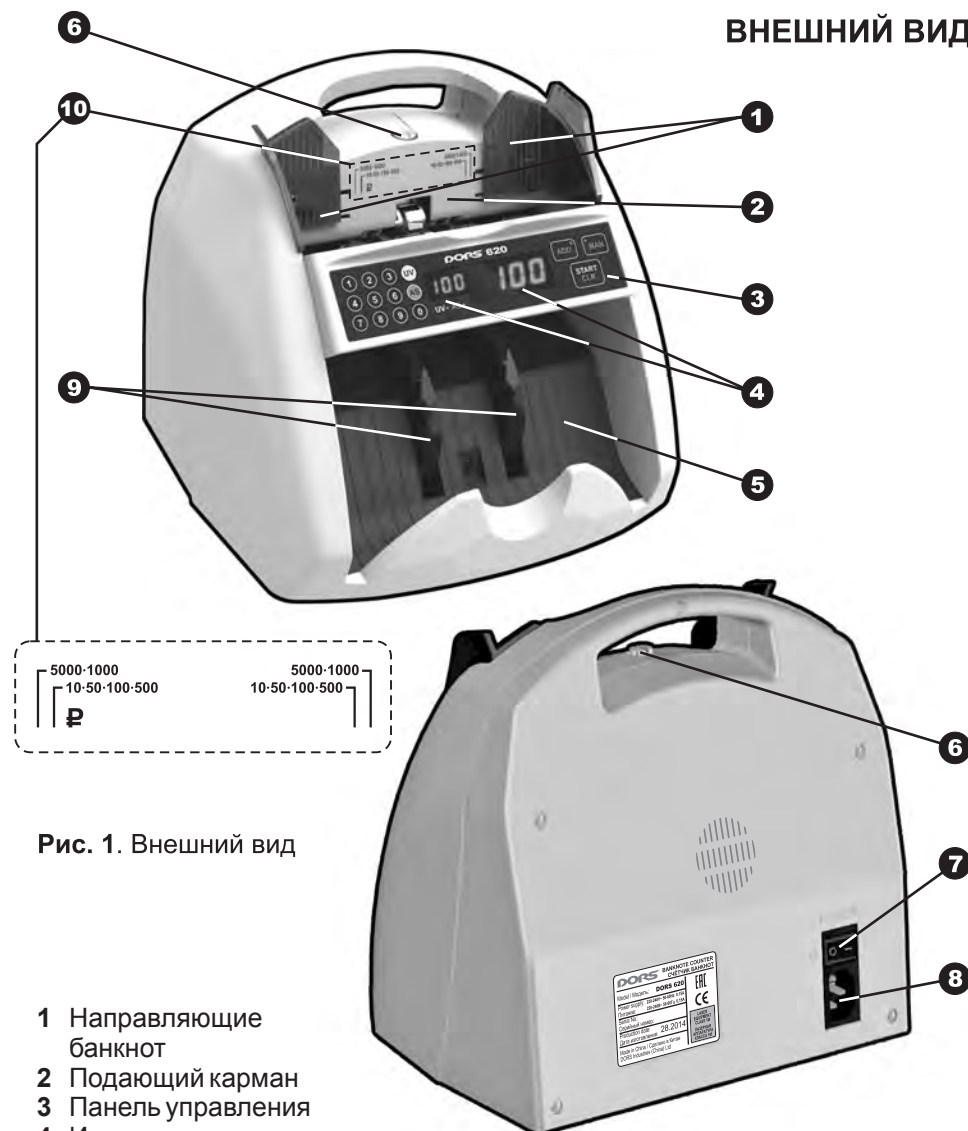

Рис. 1. Внешний вид
2. Включите счётчик, начнется процесс самотестирования. Убедитесь, что во время самотестирования вращаются колеса укладчика **9** (см. рис. 1) и ролики подающего кармана, на индикаторах отображения счёта и пачки высвечиваются цифры «**0**» и загораются индикаторы на клавишах «**MAN**» и «**ADD**», и индикаторы «**UV**», «**AS**» (для **DORS 620**). После окончания самотестирования на четырехразрядном индикаторе отображается «**0**», индикаторы на клавишах «**MAN**» и «**ADD**» гаснут и раздаётся звуковой сигнал, а индикаторы «**UV**», «**AS**» отражают установленный режим работы счётчика до выключения (для **DORS 620**). После этого счётчик готов к счёту банкнот.
3. Настройте зазор механизма подачи банкнот. Необходимый зазор предустановлен на заводе-изготовителе с учетом специфики пересчитываемой валюты. Однако, если счётчик часто останавливается в процессе пересчёта и на индикаторе появляется сообщение об ошибке «**Chn Err**» или «**dbL Err**», то необходимо немного повернуть винт установки толщины пересчитываемых банкнот **6** (см. рис. 1) по часовой
стрелке (в сторону уменьшения зазора). Если же после остановки счётчика на индикаторе появляется сообщение «**HJ Err**» или «**SE Err**», то необходимо немного повернуть винт установки толщины пересчитываемых банкнот **6** (см. рис. 1) против часовой стрелки (в сторону увеличения зазора).
5. Установите направляющие по длине банкнот пересчитываемой пачки, выровняйте края пачки, аккуратно поместите пачку в середину подающего кармана, не допуская перекоса **10** (см. рис. 1).
Непрерывная цепочка: банкноты не могут быть разделены так, чтобы их можно было считать.	Настройте зазор механизма подачи банкнот для работы с более тонкими банкнотами. Удалите слипшиеся банкноты. Необходимый зазор обеспечивается вращением винта 6 (см. рис. 1) по часовой стрелке.
Обнаружена сдвоенная или очень темная банкнота.	Удалите банкноту из приёмного кармана. Настройте зазор механизма подачи банкнот для работы с более тонкими банкнотами. Необходимый зазор обеспечивается вращением винта 6 (см. рис. 1) по часовой стрелке.
Застревание банкнот в подающем кармане, счётчик не может загрузить банкноты из подающего кармана.	Правильно установите направляющие банкнот. При необходимости настройте зазор механизма подачи банкнот для работы с более толстыми банкнотами. Необходимый зазор обеспечивается вращением винта 6 (см. рис. 1) против часовой стрелки.